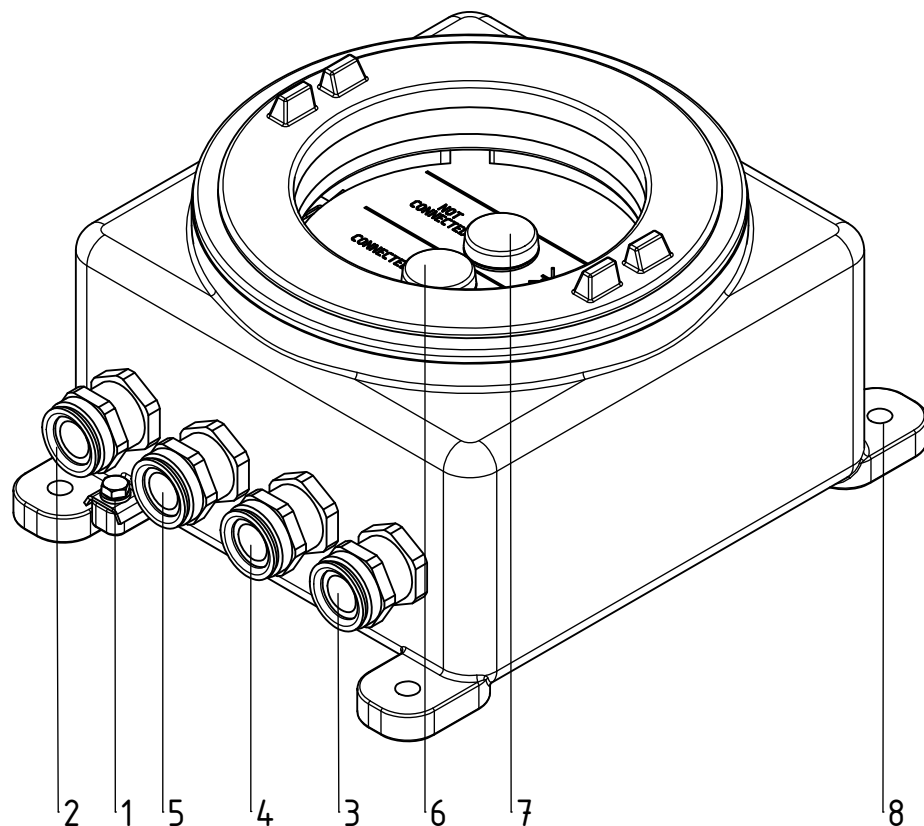

Fig. 3 :
- L'appareil doit être relié au réseau d'équipotentialité par l'intermédiaire du point de mise à la terre externe (1, fig. 3). La pince de terre doit par ailleurs être connectée, à l'intérieur du boîtier, à un conducteur de protection ou à un conducteur d'équipotentialité (voir chapitre 3.2 "Installation électrique", page 18).
L'appareil doit être relié au réseau d'équipotentialité par l'intermédiaire du point de mise à la terre externe (1, fig. 3). La pince de terre doit par ailleurs être connectée, à l'intérieur du boîtier, à un conducteur de protection ou à un conducteur d'équipotentialité.